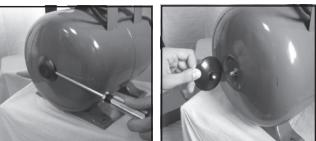

рис. 2
6.2 Установите станцию на ровной, твёрдой поверхности. Всасывающую трубу/шланг 1 (рис.2) подсоедините к входному отверстию, расположите под углом к входному отверстию , погрузите всасывающую трубу/шланг в воду на глубину не менее 2м (расстояние до дна должно быть не менее 0,5м).